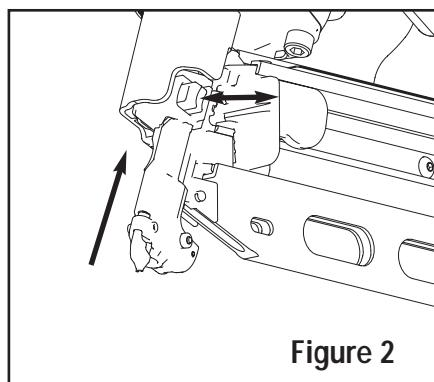

Figure 2
- appuyez sur le bouton de verrouillage et glissez à fond l'embout pour connecteur métallique comme l'illustre la Figure 2.